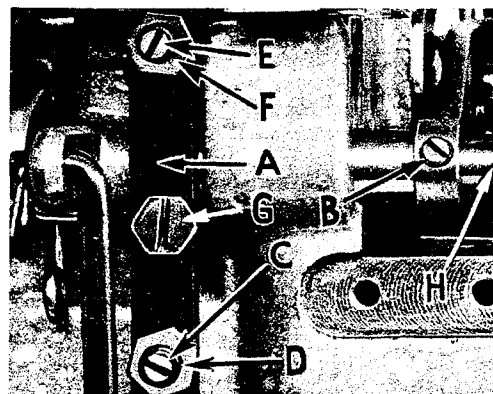

Fig. 16
Befestige den Drückfuß an seinem Arm, schwinde den Arm beim Höchststand der Nadel ein und sichere den Arm in seiner rechtsseitigen Endstellung. Wenn nötig, kann der Drückfuß nach dem Stichlochsclitz der Stichplatte neu ausgerichtet werden, und zwar durch Verschieben der Drückfuß-Schwingwelle (H, Fig. 16). Um die Welle zu bewegen, löse die Schraube (B, Fig. 16) am Stelling und die Klemmschraube (G). Dann schiebe die Drückfuß-Schwingwelle je nach Bedarf nach links oder rechts. Ziehe die Stellringschraube und die Klemmschraube wieder an.
Hebel (A, Fig. 16) und der Stelling (B) sichern diese Achse seitlich. Achte darauf, daß der Drückfußarm sich nicht verklemmt oder in die Höhe geht, wenn der Druck weggenommen ist. Um den Nadelschlitz am Drückfuß mit dem Stichloch der Stichplatte in Übereinstimmung zu bringen, löse die Drückfuß-Gelenkschraube.
Stelle die Hub-Begrenzschrabe (C, Fig. 16) so ein, daß der Fuß nicht weiter angehoben werden kann als es der Obergreifer zuläßt. Hierauf ziehe die Sicherungsmutter (D) fest an. Der Drückfuß-Lifterhebel soll etwa $1/16''$ bis $1/8'' = 1,6 \text{ mm}$ bis $3,2 \text{ mm}$ freien Weg haben bevor der Drückfuß angehoben wird. Diese Einstellung wird mit der Schraube (E) vorgenommen und durch die Mutter (F) gesichert. Zum Schluß montiere das Stoffablaufblech, den Stoffanschlag und die Scharnierplatte.
Assemble the presser foot to presser arm. With needle in high position, swing presser arm into sewing position and set the presser foot to align needle holes (front and back) and flat on throat plate. The front edge of needle hole in presser foot must be aligned with front edge of needle hole in throat plate. It is also important that the bottom of the presser foot be flat on the throat plate. If necessary, presser foot can be realigned with throat plate slots by shifting the foot lifter lever shaft (H, Fig. 16). To move the shaft, loosen collar screws (B, Fig. 16) and clamp screw (G) and then shift the foot lifter lever shaft to the left or right as required. Retighten collar screws and clamp screw.
The foot lifter lever arm (A, Fig. 16) and the collar (B) secure the shaft. Be sure the presser arm does not bind and rise when presser foot release bushing is unlocked.
Adjust lifter lever stop screw (C, Fig. 16), so that presser foot can be raised no higher than upper looper will permit; then lock the nut (D). There should be from $1/16''$ to $1/8'' = 1,6 \text{ mm}$ to $3,2 \text{ mm}$ free motion of foot lifter lever before the presser foot begins to rise. This adjustment should be made with screw (E) and locked with nut (F). Re-assemble the chip guard, fabric guard and cloth plate. To assemble chip guard, turn handwheel until upper knife assembly reaches its highest position.